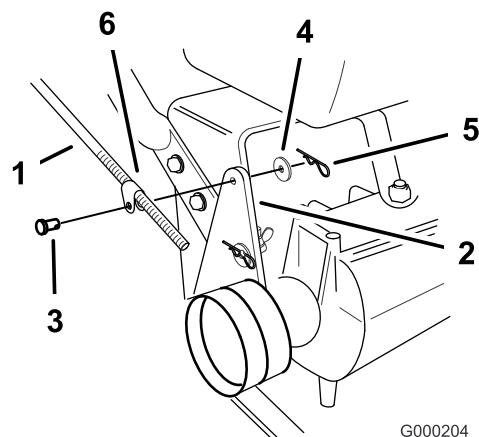

Figure 16
1. Retirez la goupille fendue, la rondelle et l'axe de chape qui fixent la tige de commande au support de la poulie de tension (Figure 16).